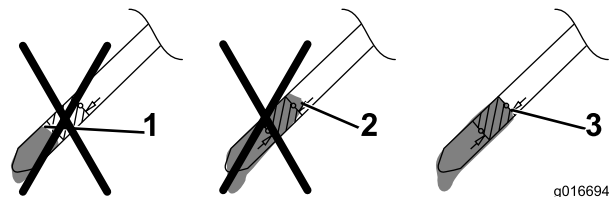

Figure 13
5. Sortez de nouveau la jauge et vérifiez le niveau d'huile; voir Figure 13.